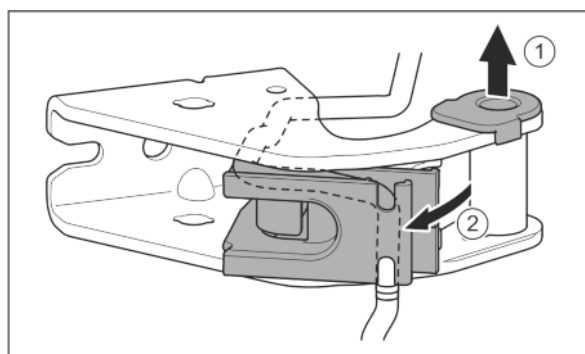

Fig. 24
- ▶ Puzdro ložiska vytiahnite z vedenia. Fig. 24 (1)
- ▶ Držiak kábla vychýľte. Fig. 24 (2)